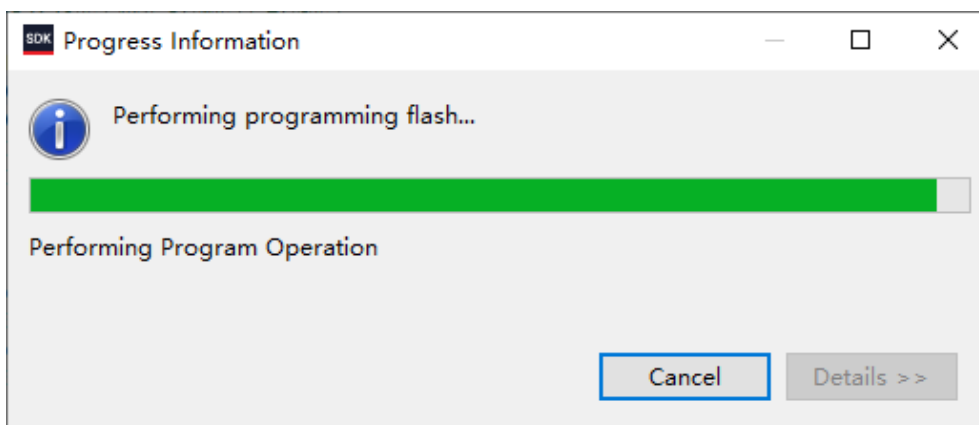

图 1-43 编写提示
- (4) 点击 **Program** 后会出现如图 1-43 所示弹窗，提示正在执行编写操作。
当界面最下方的 **Console** 栏出现如图 1-43 所示提示且时，代表程序已经成功固化到 QSPI Flash 中。